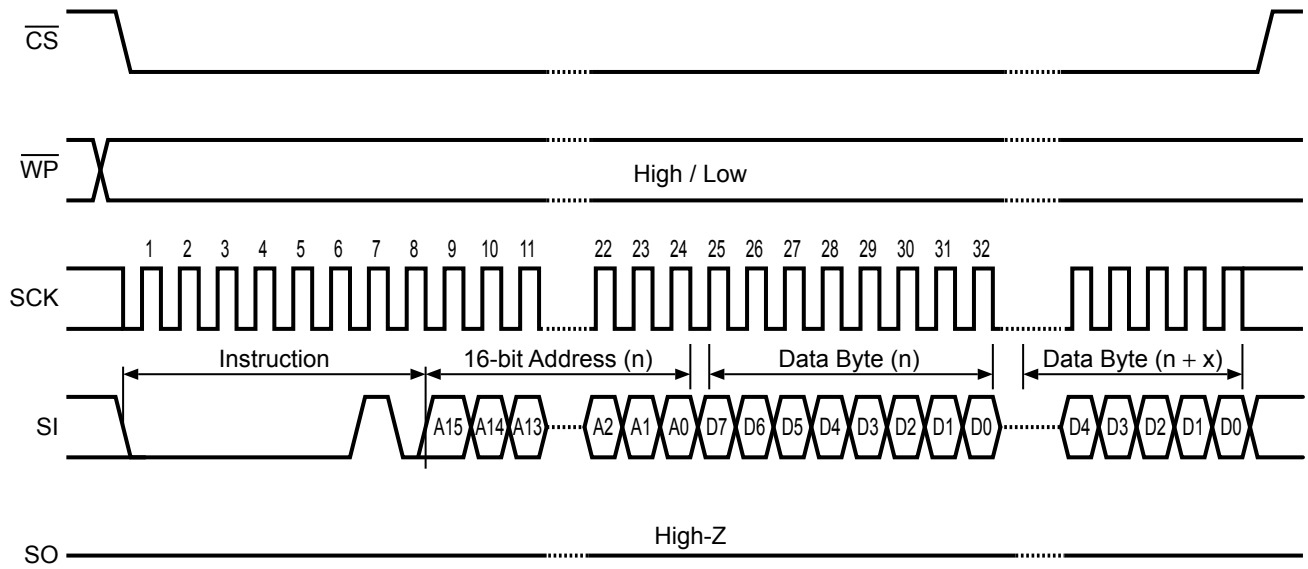

図17 WRITE動作 (ページ)
また、S-25C512Aは128バイトのページ書き込みが可能です。基本的なデータ転送手段はバイトライトと同様ですが、8ビットの書き込みデータをページサイズ分、連続して受け取ることでページ書き込みを行います。図17に示すWRITE動作 (ページ) のようにチップセレクト (\overline{CS}) に“L”入力後、シリアルデータ入力 (SI) より、命令コード・アドレス・データを入力します。引き続きチップセレクト (\overline{CS}) を“L”としたまま、次のデータを入力します。以降、連続的に8ビットのデータ入力を繰り返します。最後にチップセレクト (\overline{CS}) を“H”とすることにより、WRITE動作を開始します (t_{PR})。